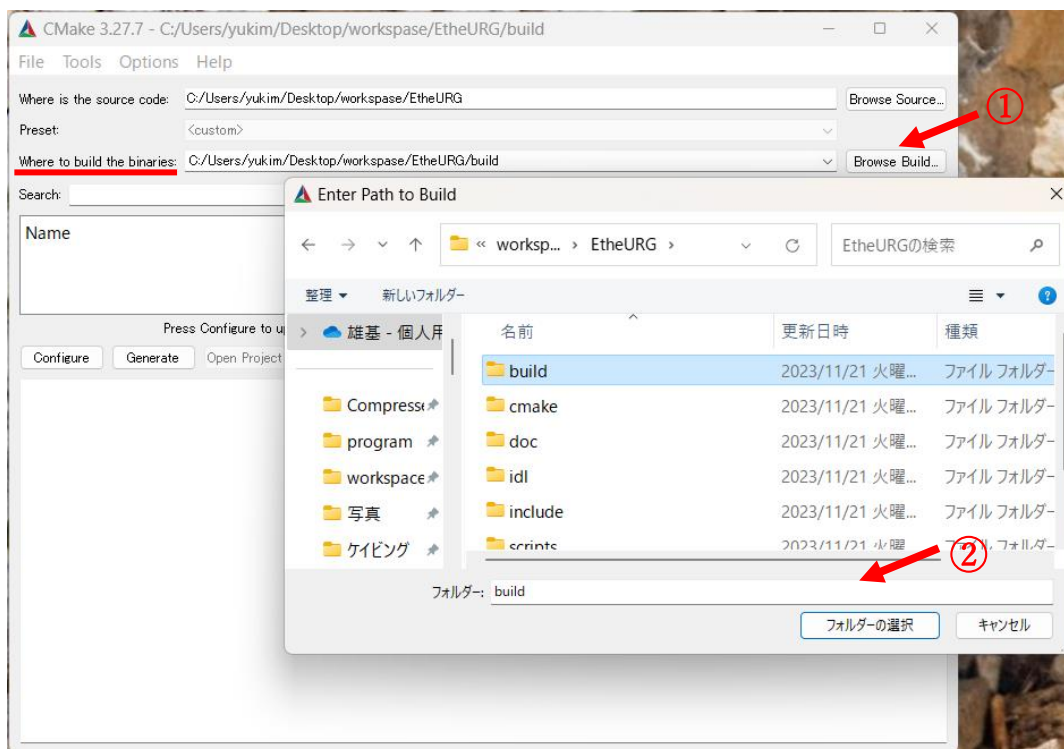

図 11 [Where to build the binaries]の項目の[Browse Source...]をクリックした状態
- ⑤ 図 11 のように[Where to build the binaries]の項目の[Browse Source...]をクリックし、表示されたウィンドウ上で、自身の workspace 内の各 RTC のプロジェクトフォルダーを選択し、プロジェクトフォルダー内で[Ctrl]+[Shift]+N を押下し、[新しいフォルダー]が作成されるため、名前を[build]と変更する。この[build]フォルダーを選択し、[フォルダーの選択]をクリックする。ここでは次のディレクトリを開く。